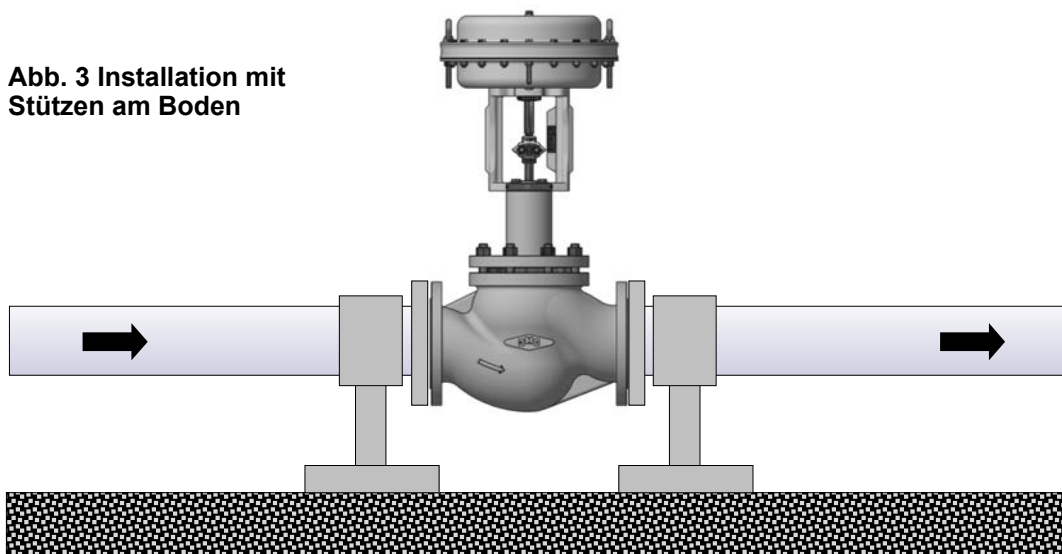

**Abb. 2 Abfolge beim Festziehen**
Um die Gleichmäßigkeit der Last und der Ausrichtung zu gewährleisten, müssen die Schrauben der Flansche gekreuzt und nach und nach festgezogen werden, wie in Abb.2 angegeben
- ◆ Die Mutter (10) lösen und die Schrauben (15) vollkommen aufschrauben.
- ◆ Den Oberteil (9) vom Ventilgehäuse (1) trennen.
- ◆ Den ganzen Schieber (3) aus dem Oberteil herausziehen (9).
- ◆ Wenn nötig, den Sitz (2) herausziehen und austauschen, wozu die speziellen Schlüssel zu verwenden sind
- ◆ Den neuen Schieber in den Oberteil (9) einführen, wobei darauf zu achten ist, dass der Schaft mit Silikonöl geschmiert wird.
- ◆ Die Dichtungen des Gehäuses (11) sind immer auszutauschen, wobei die Auflageflächen genau gereinigt werden müssen.
- ◆ Die Muttern (15) gekreuzt und nach und nach festziehen, wie im Beispiel in Abb.2 in Abschnitt 2.01 angegeben, wobei die in Kapitel 5 angegebenen Anzugsdrehmomente zu verwenden sind
- ◆ Den ganzen Schieber (3) aus dem Oberteil (9) herausziehen.
- ◆ Das Gehäuse zum Sperren des Sitzes (13) entfernen
- ◆ Wenn nötig, den Sitz (2) herausziehen und austauschen
- ◆ Den Oberteil (9), die Ausgleichskammer (7), den kompletten Schieber (3) und den Ausgleichskolben (8) vom Ventilgehäuse (1) trennen.
- ◆ Das eventuelle Gehäuse (5) entfernen.
- ◆ Die Dichtung des Ausgleichskolbens (8) und dazu die Mutter (16) lösen.
- ◆ Wenn nötig, den Sitz (2) herausziehen und austauschen, wozu die speziellen Schlüssel zu verwenden sind.
- ◆ Den Oberteil (9), vom Ventilgehäuse (1) trennen
- ◆ Den Dorn (17) herausziehen und den Schieber (3) lösen
- ◆ Wenn nötig, den Faltenbalgblock (19) lösen und austauschen, wobei auch die Dichtung (18) auszutauschen ist